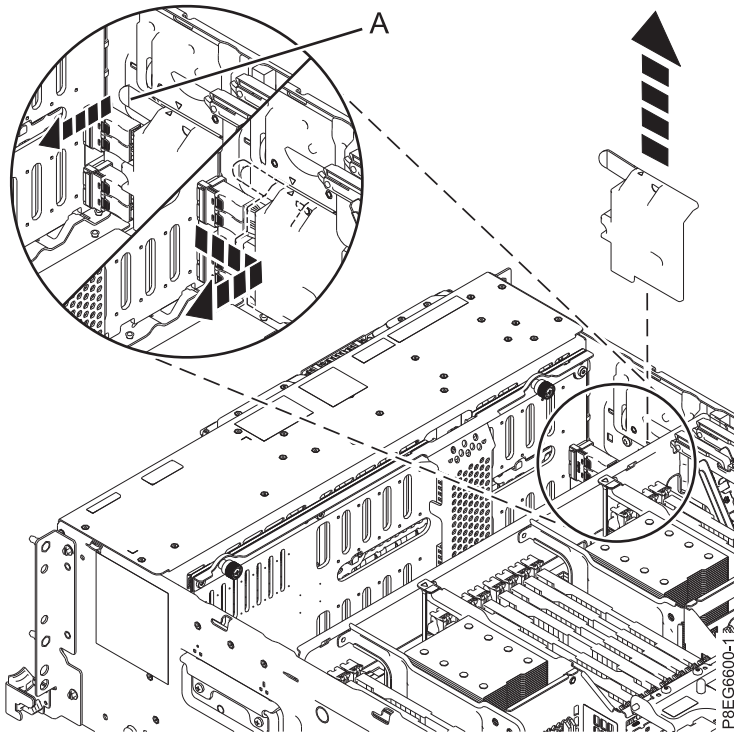

Figura 1. Extracción de la cubierta del cable SAS
6. Extraiga la cubierta del cable SAS de la parte lateral del chasis. Sujete el asa de la cubierta y tire de ella para desbloquearla. Tire de la cubierta en la dirección que se muestra hasta que pueda extraerse. Consulte la Figura 1.